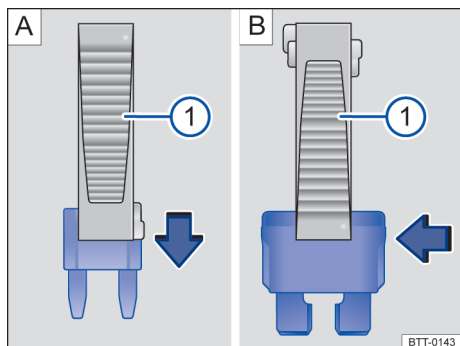

Fig. 162 Remover ou instalar um fusível usando a garra da pinça de plástico ①.
- Se necessário, tirar a pinça de plástico da cobertura da caixa de fusíveis → Fig. 162 ①.
- No caso de *fusíveis pequenos*, encaixar o clipe ① por cima → Fig. 162 [A].
- No caso de *fusíveis maiores*, posicionar o clipe ① lateralmente sobre o fusível → Fig. 162 [B].
- Caso o fusível esteja queimado, substituir o fusível por um novo da *mesma* intensidade (mesma cor e inscrição) e do *mesmo* tamanho → ①.